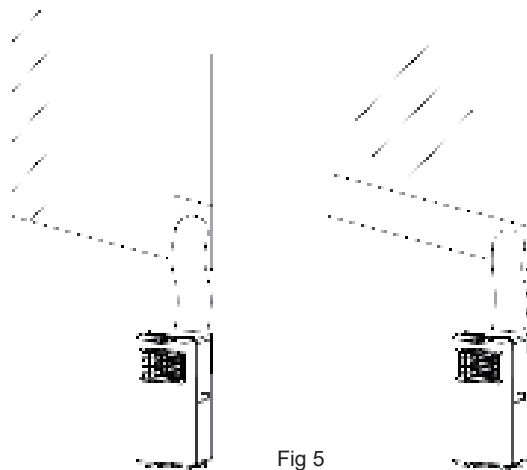

Fig 5
- 2) Installeer de uitlaatslang, zoals weergegeven in Afb.5, en pas de raampositie aan